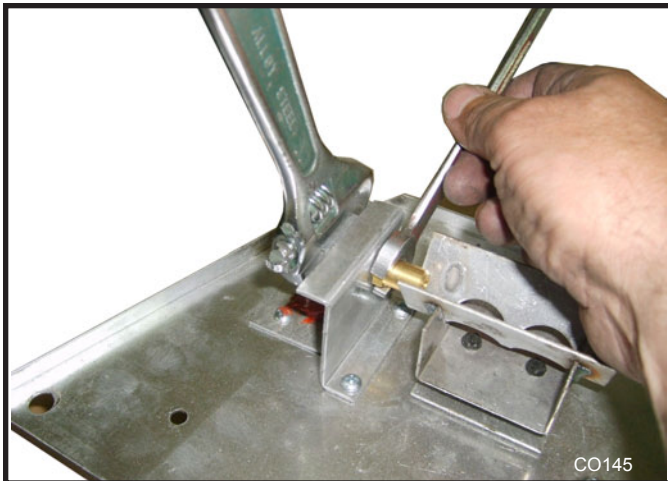

Fig. 81 Utilisez deux clés afin d'éviter d'endommager le collecteur d'air.
3. Retirez l'orifice de l'injecteur du support de brûleur gauche avec une clé 1/2". Utilisez une deuxième clé afin de ne pas endommager le collecteur d'air. (Fig. 81)